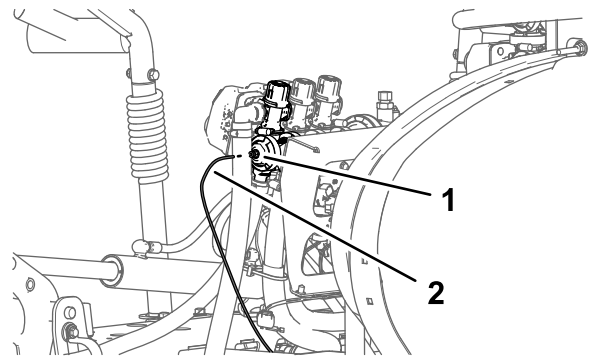

Bild 29
2. Ziehen Sie den Druckmessschlauch für das Messgerät am Armaturenbrett aus der Schlauchkupplung (Bild 29).
1. Drücken Sie den Stellring für die Schlauchkupplung in den Enddeckel des rechten Auslegerabschnittventils hinein (Bild 29).